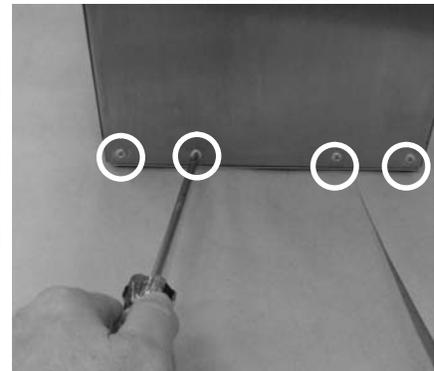

Figura 6-13 Smontaggio della spina e delle viti del soffiante
4. Vedi figura 6-13. Togliere la vite Philips M4 x 10 accanto alla presa del cavo del soffiante. Estrarre il cavo del soffiante dalla presa.
2. Vedi figura 6-13. Sostituire le otto viti alla base del gruppo lampada (4 davanti e 4 dietro). Montare le due viti nella copertura sui due lati della presa Unicable. Stringere le viti a 1,35 N•m (12 in-lbs).